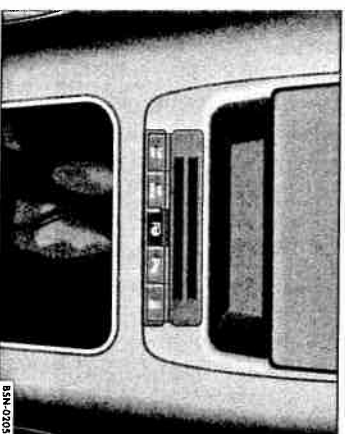
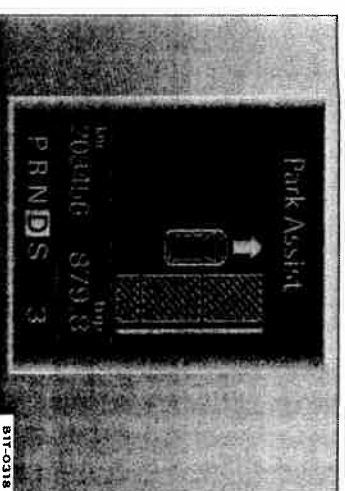

Fig. 22 Tastă pentru activarea sistemului de asistare a parcurii.
Fig. 23 Pe display-ul din tabloul de instrumente: Găsirea unui spațiu de parcare adecvat.
- Apăsați tasta ⇒ fig. 22. În tasta se aprinde o lampă de control, semn că funcția respectivă este activată.
- Deplasați-vă cu maxim 35 km/h și – până la o distanță de 0,5 m - 1,5 m față de rândul de parcare ⇒ fig. 23.
În funcție de echipare, poziția tastelor poate diferi față de imaginea ⇒ fig. 22.
Dacă, la o viteză între cca. 35 km/h și 45 km/h, se apasă tasta ⇒ fig. 22, la reducerea vitezei sub 35 km/h, se afișează automat ⇒ fig. 23 pe display-ul tabloului de instrumente.
Dacă depășiți viteza de cca. 45 km/h, sistemul de asistare a parcurii se dezactivează. Lampa de control din tasta ⇒ fig. 22 se va stinge.
• Sistemul poate fi activat și ulterior, dacă treceți pe lângă un spațiu de parcare adecvat cu maxim 35 km/h și apăsați tasta ⇒ fig. 22.